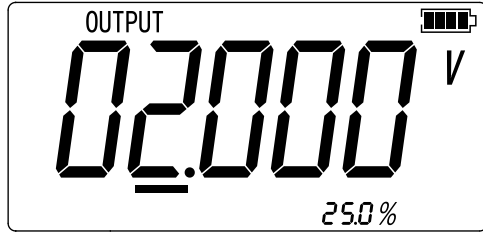

图 2.1-5
- 按 \triangle 25% 或 ∇ 25% 以 25% 的步进量使输出在 0% 和 100% 之间增加或减少，界面如图 2.1-5 所示。